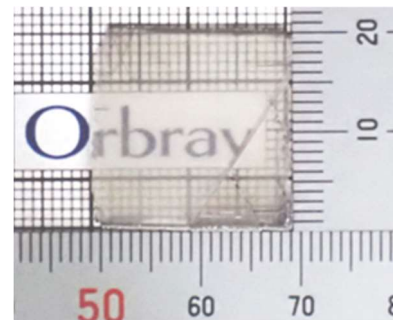
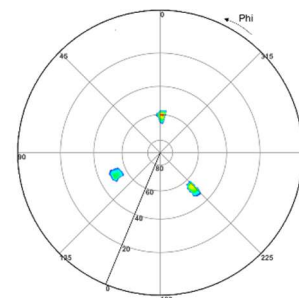

Fig.1. Free-standing heteroepitaxial (111) diamond crystal.
Fig.2. Diamond {220} x-ray pole figure.
**【結果と考察】** 図 1 に、(111)面配向した Ir 膜にバイアス処理を施し、マイクロ波 CVD 装置によって成長させたヘテロエピタキシャルダイヤモンド自立結晶の写真を示す。クラックフリーで透明かつ、平坦な自立結晶であった。結晶のサイズは 20 mm × 20 mm で、厚みはおよそ 380 μm である。図 2 に示す(220)面の X 線 Pole Figure 測定結果から、双晶がないことが確認できた。